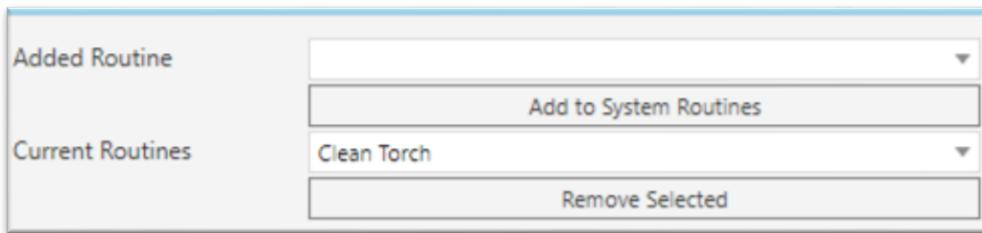

Рисунок 99 – Системные процедуры
- **Системные процедуры:** Определите подпрограмму как системную процедуру, чтобы вы могли моделировать движения робота, но код для этой подпрограммы не переводится (рис.99).